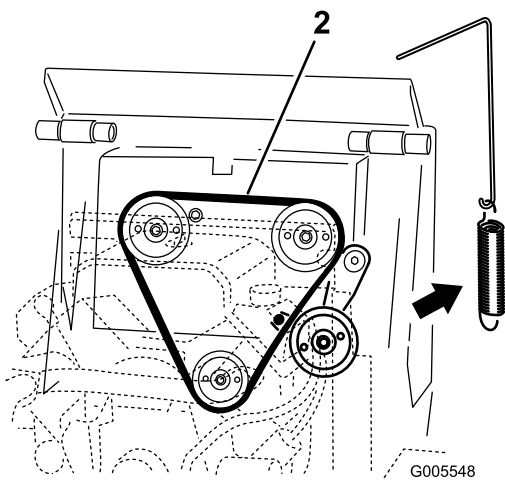

Figura 45
4. Retire el muelle de la polea tensora del conjunto de la polea tensora (Figura 45).
6. Instale una nueva correa de transmisión alrededor de las tres poleas (Figura 45).